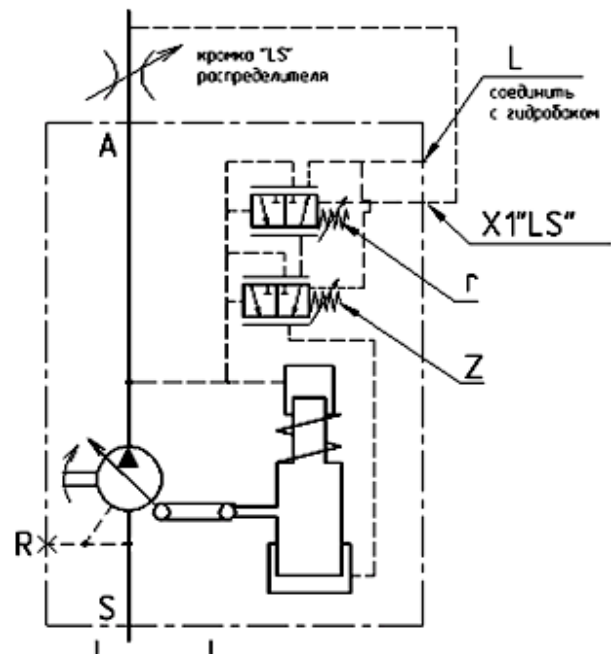

Рисунок 28 – Гидравлическая схема насосов с клапаном постоянного перепада давления (далее клапан **LS**) и клапаном отсечки по давлению.
- поддерживаемое давление **P** и максимальная потребляемая мощность **N_{пmax}**, при необходимости, могут быть изменены регулировкой винта **Z** (рисунок 28).